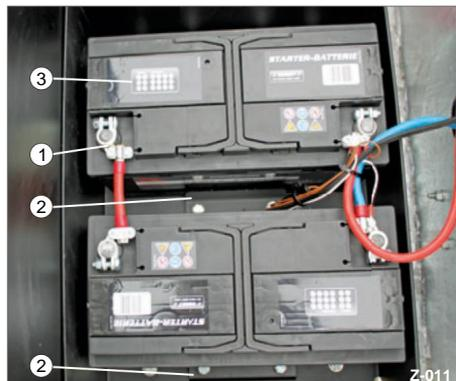

Fig. 15 Rimozione delle batterie
- ÿ Allentare i morsetti di collegamento (Fig. 15/1).
- ÿ Allentare i collegamenti a vite delle staffe (Fig. 15/2).
ÿ Annotare la data di installazione delle nuove batterie sull'etichetta (Fig. 15/3).